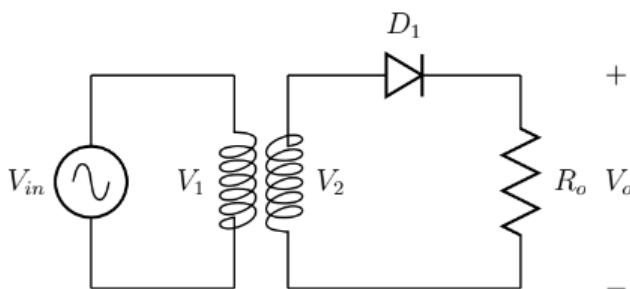
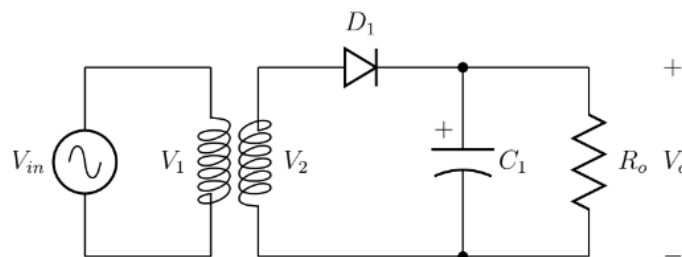

Figura 1: Retificador de meia onda
Figura 2: Retificador de meia onda com filtro capacitivo
3. Montar o circuito representado na Figura 1 na matriz de contatos. Verifique com cuidado se conectou os enrolamentos do transformador corretamente (V_1 em 127 V).
7. Conectar o capacitor $C_1 = 47 \mu\text{F}$ conforme o circuito representado na Figura 2 (verificar cuidadosamente a polaridade do capacitor). Repetir as medições realizadas nos passos 5 e 6. Para obter a forma de onda da ondulação (ripple) da tensão de saída, configurar o canal do osciloscópio para acoplamento CA. Para as demais formas de onda, o osciloscópio deve ser configurado para acoplamento CC.
Após realizar todas as medições deve ser conectado o capacitor C1 = 47 μ F conforme o circuito representado na Figura 2, em seguida deve-se realizar novamente os itens [5] e [6] da seção 2. A Tabela 5 e as Figuras 6, 7 e 8 retratam esses valores.
Com os dados obtidos no experimento prático é possível montar o circuito em um software de sua preferência para a conferência dos resultados. As figuras 12, 13 e 14, retratam o circuito da Figura 1, juntamente com os itens [4], [5] e [6] da seção 2.
Após analisarmos o circuito da Figura 1, deve-se adicionar o capacitor, que servirá como “filtro” capacitivo, armazenando cargas elétricas, até ficar completamente carregado e mantendo a forma de onda da tensão positiva. As figuras 15 e 16 retratam o circuito da Figura 2 com capacitor C1 = 47 µF, juntamente com os itens [5] e [6] da seção 2.
Após feita a análise com o capacitor C1 = 47 µF, deve-se alterar o capacitor para C1 = 470 µF, com a finalidade de observar como a queda de tensão se comporta ao adicionarmos ao sistema um “filtro” capacitivo maior. As figuras 17 e 18 retratam o circuito da Figura 2 com capacitor C1 = 470 µF, juntamente com os itens [5] e [6] da seção 2.